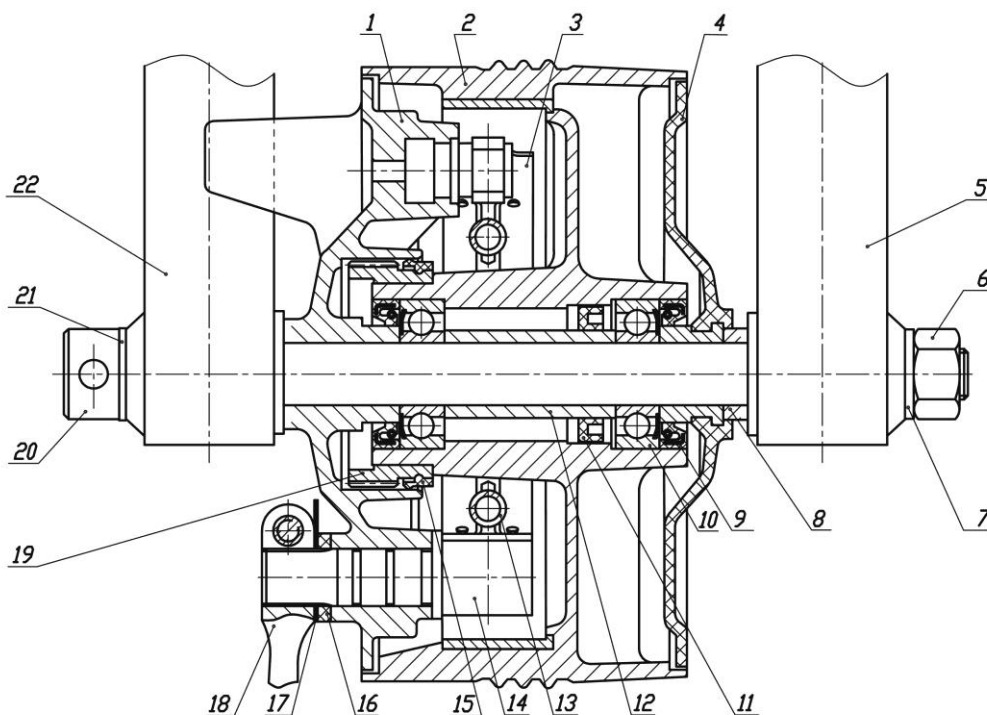
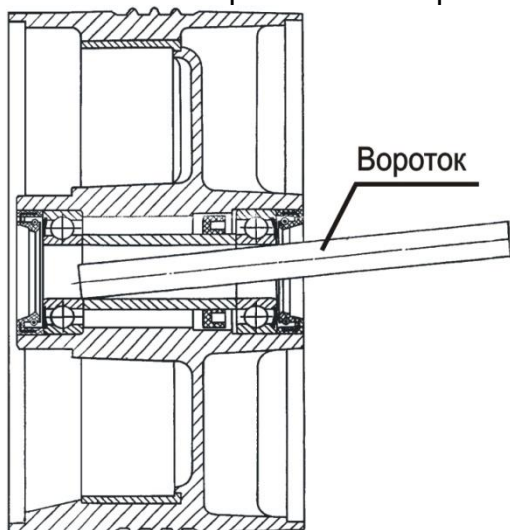

Рис. 6. Колесо переднее
Рис. 7. Выпрессовка подшипников и сальников из ступицы колеса
- вращая ось колеса 20 с помощью воротка против часовой стрелки, отверн**уть** гайку 6, сн**ять** шайбу 21, вын**уть** ось и колесо (рис. 6);
- сн**ять** крышку ступицы 4 и основание тормозных колодок 1 (рис. 6).
Выпрессовка производится специальным приспособлением (рис. 7) или для этой цели можно использовать ось переднего колеса 20 (рис. 6).
- наполн**ить** полость ступицы между подшипниками 10 (рис. 6) смазкой (согласно таблице смазки);
- встав**ить** ось в правый наконечник вилки, в колесо, затем в левый наконечник, постав**ить** шайбу 21, за**вернуть** гайку 6 до отказа (рис. 6);